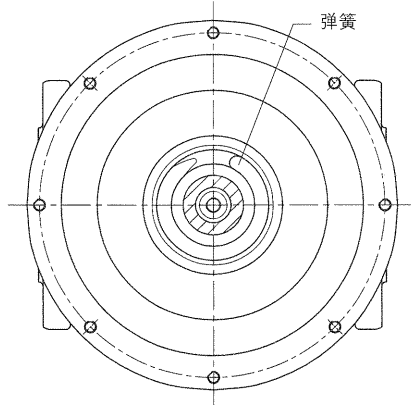

图 4 · 对齐弹簧
4. 在阀体上插入平垫圈 (1.1)。将阀帽 (5) 放在阀体上, 对于故障-安全动作为“弹簧关”的型号应抬起阀杆, 并小心地使其穿过填料室。用螺母 (1.2) 均匀地拧紧阀帽。将锁紧螺母 (3.2) 拧在阀杆上直到螺纹末端为止, 将垫圈 (3.3) 放在上面。
5. 在阀帽中插入弹簧 (5.5) 并按图 4 所示对齐。手动地将弹簧板 (5.6) 拧在阀杆上, 直到其靠压住弹簧。对齐弹簧板凸轮以便弹簧板定位在膜片室的凹槽中。